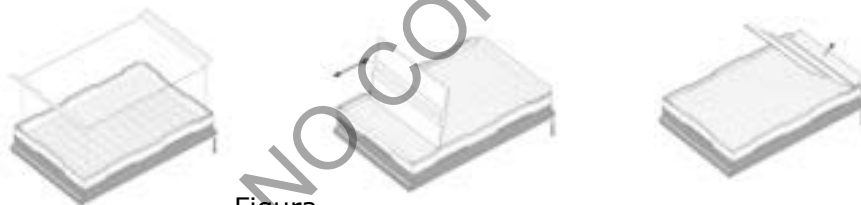

Figura 3.
**7.1.19** Deslice el aplicador tipo lengüeta o paleta plástica ejerciendo firmemente presión vertical y horizontal para sellar toda la microplaca (debe quedar bien ajustada para prevenir contaminación, evaporación, irregularidades). Finalmente remueva las pestañas sobrantes por la línea punteada. Ver figura 3. Preferiblemente utilizar lotes de adhesivos ópticos vigentes, debido a que su calidad adhesiva se puede ver afectada con los años. Si nota irregularidades o desprendimiento del protector óptico, cambie a un nuevo lote.